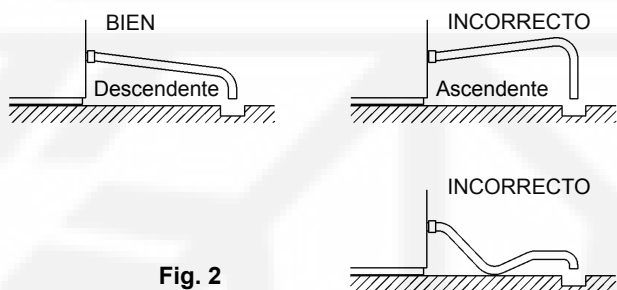

Fig. 2
- \* Para impedir el retorno a la cuba de almacenamiento, el tubo de salida debe disponerse como se muestra en la Fig. 2.